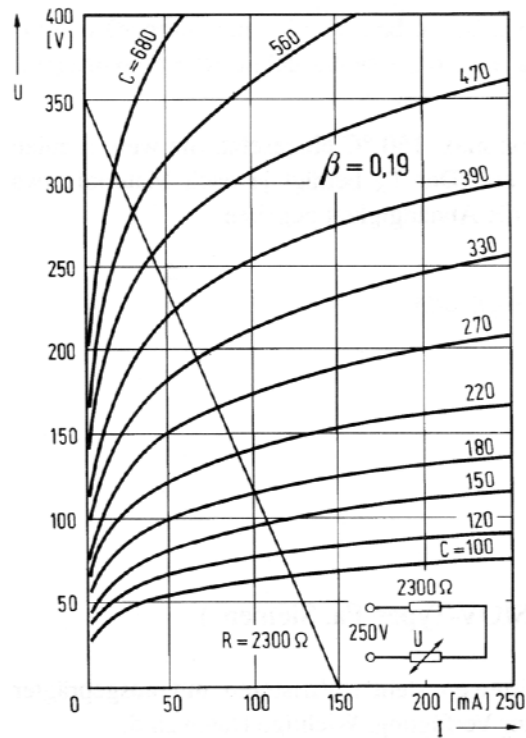

Abbildung 1.2.16 Ströme und Spannungen für eine VDR-Baureihe mit $\beta = 0,19$
- Regelfaktor (β). Gibt die Steigung der Kennlinie an (Abbildung 1.2.16):